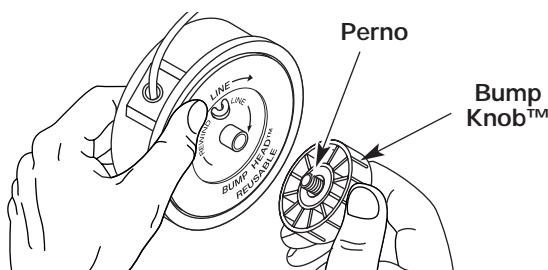

Fig. 15
1. Sostenga la bobina exterior con una mano y desenrosque la Bump Knob™ en sentido antihorario (Fig. 15). Inspeccione el perno de adentro de la perilla percusiva para verificar que se mueva con libertad. Cambie la perilla percusiva si está dañada.